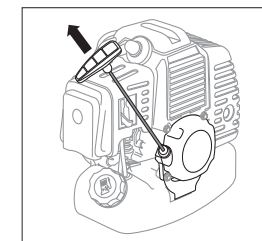

рис. 11
6. Задържайки тримера, леко потеглете дръжката на стартера, докато стартерният механизъм се включи. След това с рязко движение издърпайте шнура с 5-60 см (рис. 11). За да се избегне повреда на корпуса на стартера, не изпускайте дръжката, а бавно я върнете в първоначалното положение. Повторете тази процедура 3-5 пъти до първо възпламеняване на горивото в двигателя. В този случай, ако двигателят не стартира.